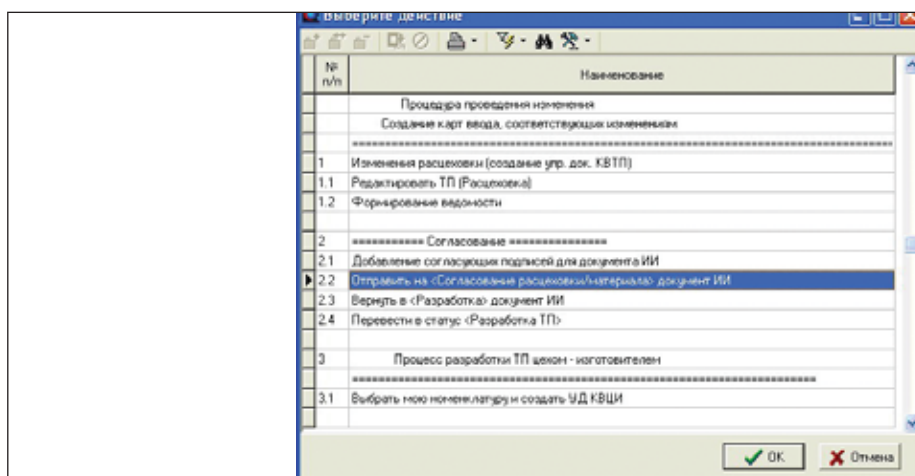

Рис. 13. Согласование изменения – шаг 2
- 8. Следующее действие пользователя – отправить Извещение на согласование (рис. 13) в техбюро цехов (шаг 2).